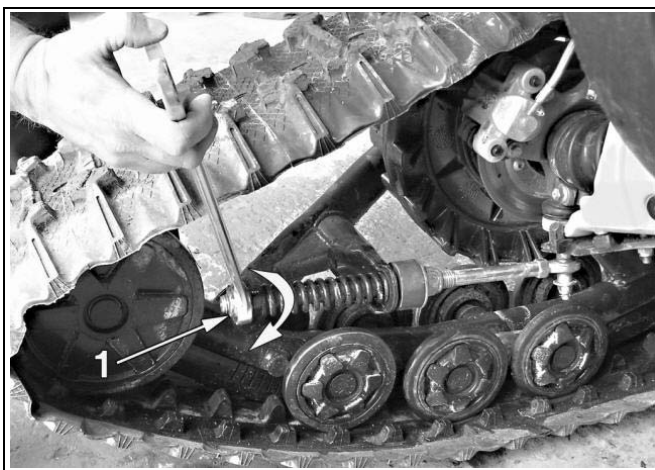

Figure 6
- Tourner l'écrou (1) jusqu'à ce qu'il vienne en contact avec le ressort. Comprimer ensuite le ressort en tournant cet écrou de 1,5 tour (voir la Figure 6).
*NOTA: Dans certains cas rares où l'ajustement de l'écrou (article 1, Figure 6) comprimant le ressort se situe près de l'extrémité de la tige filetée, rallonger l'assemblage en desserrant l'écrou de blocage (article 3, Figure 7) et dévissant la tige afin que les filets de la rotule soient visibles sur au plus 19 mm. **S'assurer que l'écrou de blocage est bien barré contre la tige filetée après l'installation.***